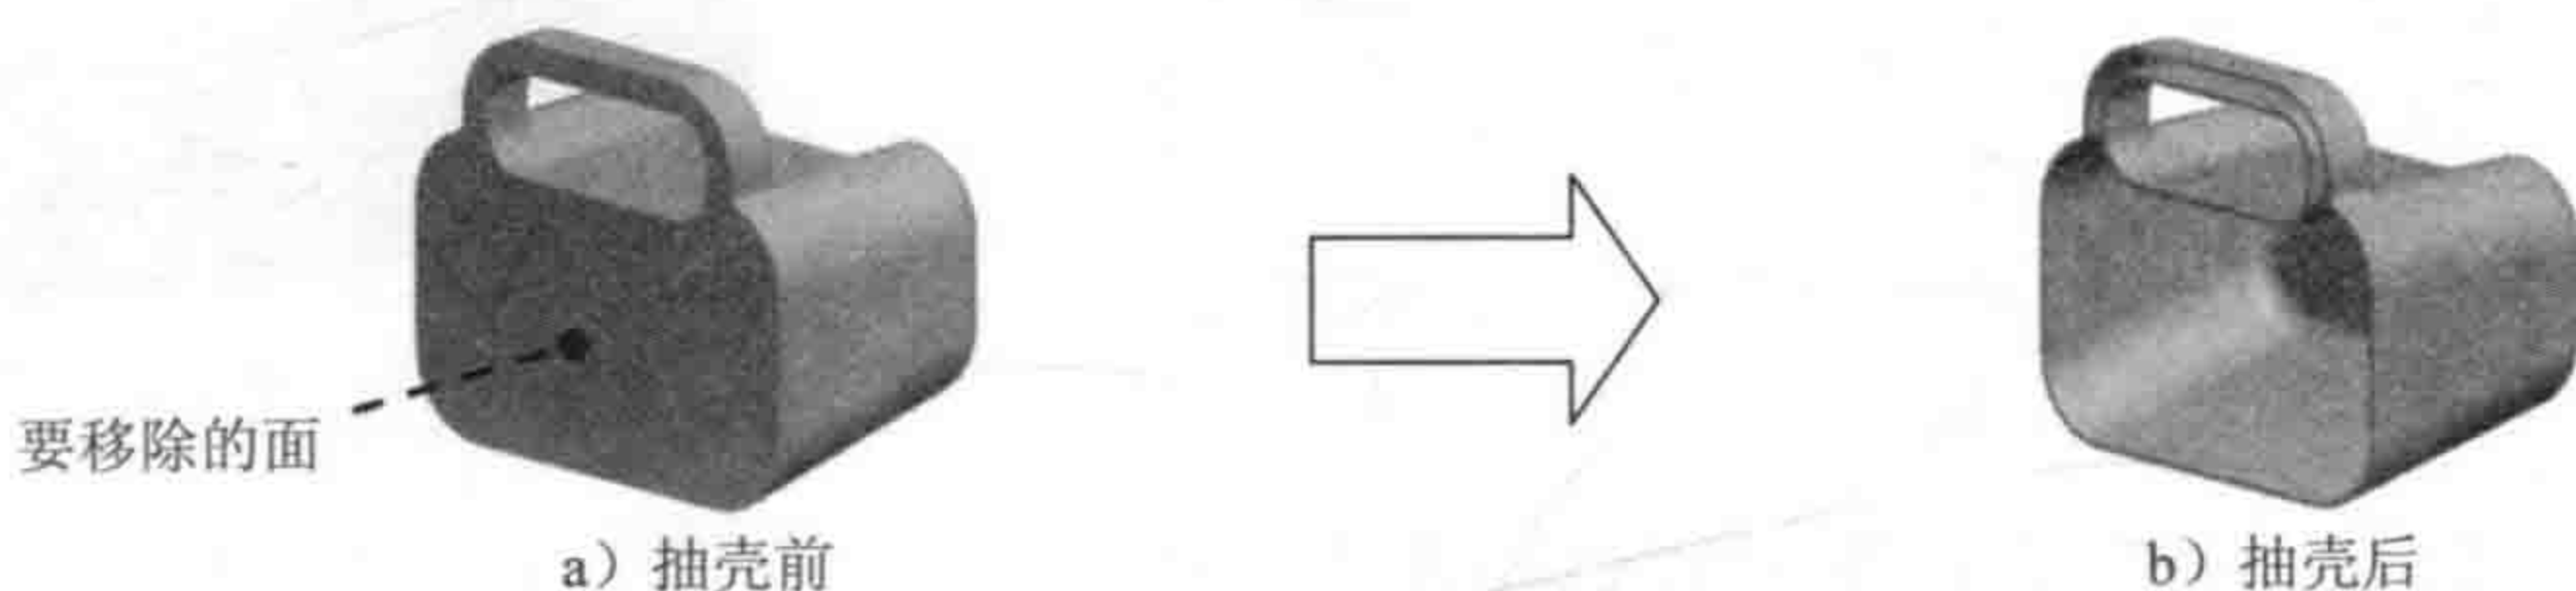

图 2.18 壳 1
Step11. 添加图 2.18 所示的抽壳特征——壳 1。选择下拉菜单 **插入(I) → 壳(S)...** 命令；选取图 2.18a 所示的模型表面为要去除的面；在操控板中输入抽壳的壁厚值 1.5，并按 Enter 键；单击操控板中的“完成”按钮 ，完成特征的创建。